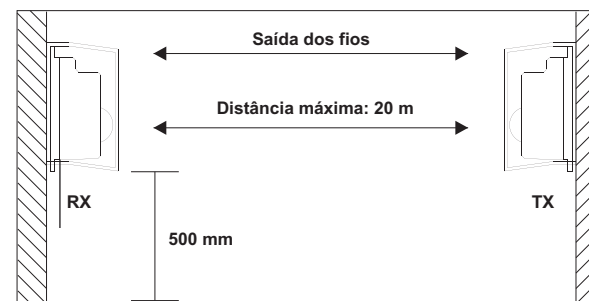

Figura 4
- Certifique-se de que o lado que possui a saída dos fios fique posicionado para cima (conforme figura 4);